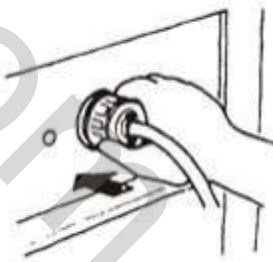

Рис. 34
6.15.2 З'єднайте з електричними приладами (Рис. 34)